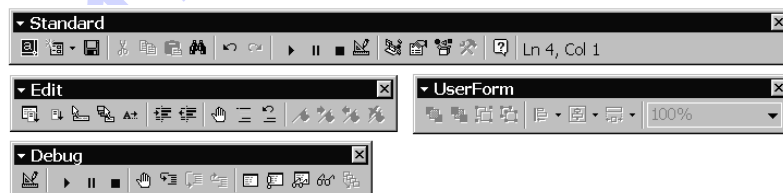

图 19-6 VBA IDE 的工具栏
(3) 工具栏。提供了对常用功能的快速调用。VBA IDE 共提供了四个工具栏：Standard（标准）、Edit（编辑）、UserForm（用户窗体）和 Debug（调试），如图 19-6 所示。
(4) 工程窗口。以树状结构显示主应用程序与窗体、模块及类模块的完整结构，用户可在工程窗口中直接选择窗体或模块，对其进行编辑。
(5) 窗体窗口。构建应用程序界面，用户可以在窗体上添加各种控件。
(6) 控件工具箱。用于设计视窗界面的各类控件。
(7) 代码窗口。用于编写模块的过程代码。
(8) 属性窗口。用于显示窗体上的某个控件的可见属性及其默认值，通过该属性窗口，还可以对可见属性的值进行直接编辑。